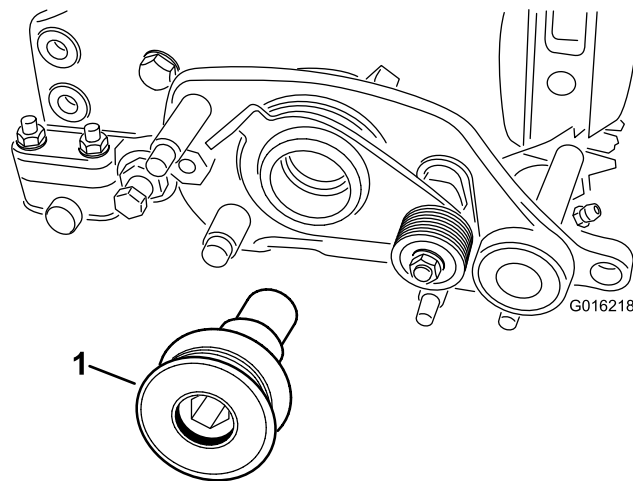

Figura 12
3. Serrate la puleggia motrice del groomer (Figura 12) a un coppia di 170 N·m.
2. Fissate la puleggia motrice del groomer all'albero del cilindro (Figura 12).